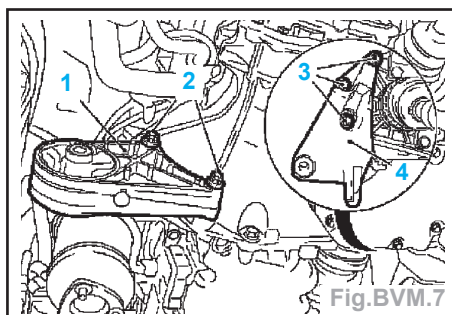

Fig.BVM.7
- Déposer les vis (2) du support avant du moteur (1) (Fig.BVM.7).